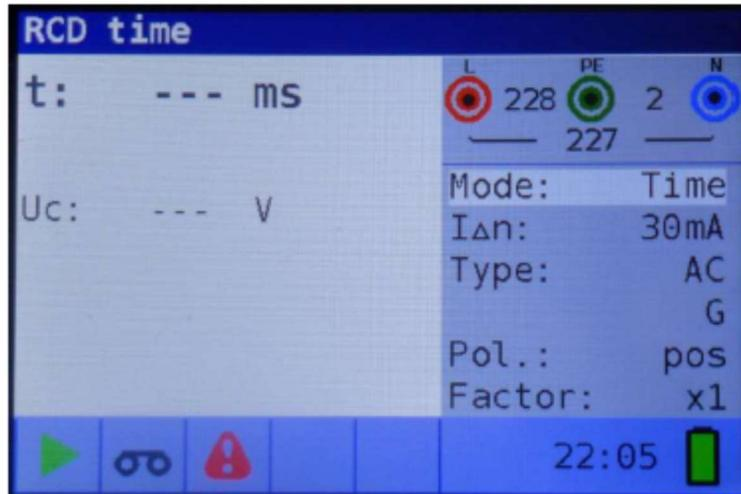

Figure 5-15: Menu de mesure de temps de déclenchement
**Étape 3** Connectez les cordons de test à l'appareil et suivez le schéma de connexion indiqué dans la figure 5.15 pour effectuer la mesure de la tension de contact.
**Étape 3** Connectez les fils à l'appareil et suivez le schéma de connexion de la figure 5.15 (voir le chapitre 4.3.6 Tension de contact) pour effectuer la mesure du temps de déclenchement.
**Étape 3** Connectez les cordons de test à l'appareil et suivez le schéma de connexion de la figure 5.15 (voir le chapitre 4.3.6 Tension de contact) pour effectuer les mesures du courant de déclenchement.
**Étape 3** Connectez les câbles de test à l'instrument et suivez le schéma de connexion de la figure 5.15 (voir également le chapitre 4.3.6 Tension de contact) pour effectuer l'autotest DDR (RCD).